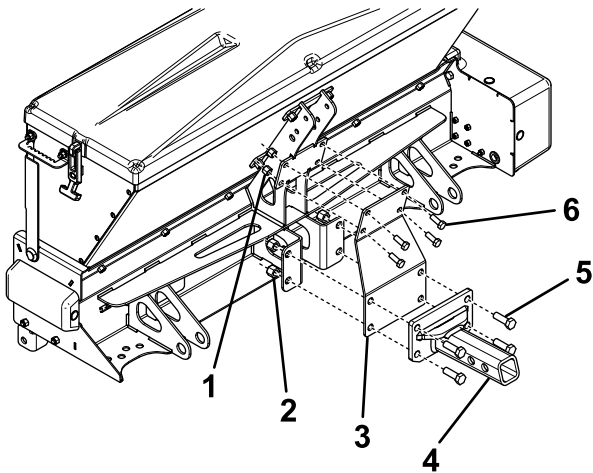

图7
- 用 4 个螺栓（3/8 英寸）和锁紧螺母将挂接板的顶部松松地连接到撒布机上（图7）。
- 用 4 个螺栓（1/2 x 1 1/2 英寸）和锁紧螺母将挂钩连接至挂接板和撒布机上（图7）。